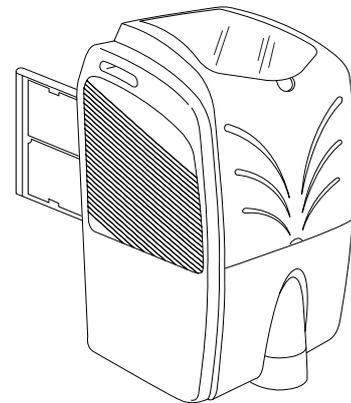

Abb.4
- Zum Ausbauen den Filter herausziehen (Abb. 4).